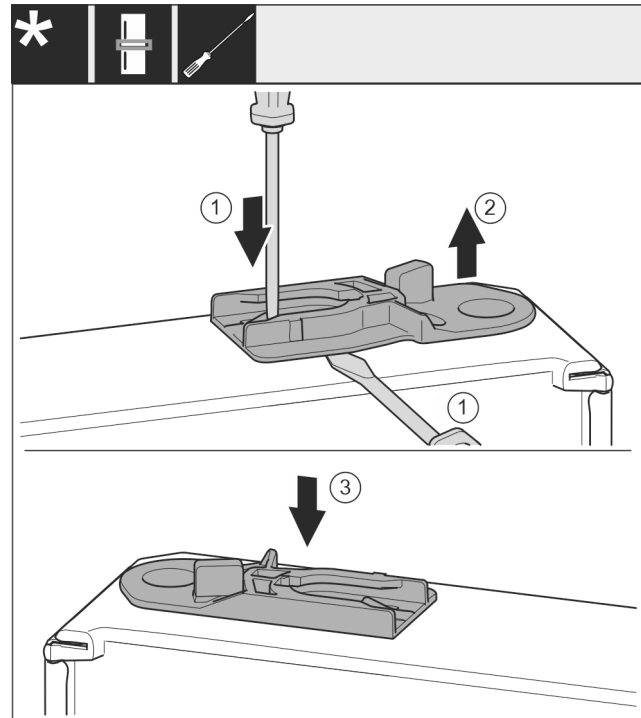

Fig. 36
- ▶ Retirer la douille de guidage : presser la languette Fig. 36 (1) avec un tournevis plat tout en faisant passer un autre tournevis plat sous la douille de guidage Fig. 36 (2).
- ▶ Insérer la douille de guidage Fig. 36 (3) fournie de l'autre côté du boîtier.